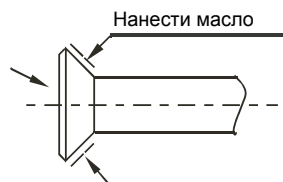

Рис. 6-1
- б. Нанести на наружную поверхность раструбов и внутреннюю поверхность затяжных гаек масло. Провернуть гайку вручную на 3–4 оборота (см. рис. 6-1).